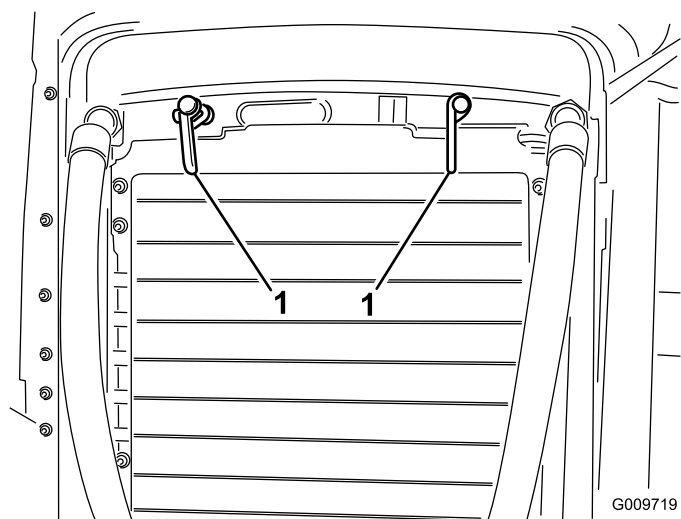

Figura 46
2. Gire los enganches (Figura 46) que sujetan el enfriador de aceite al bastidor.